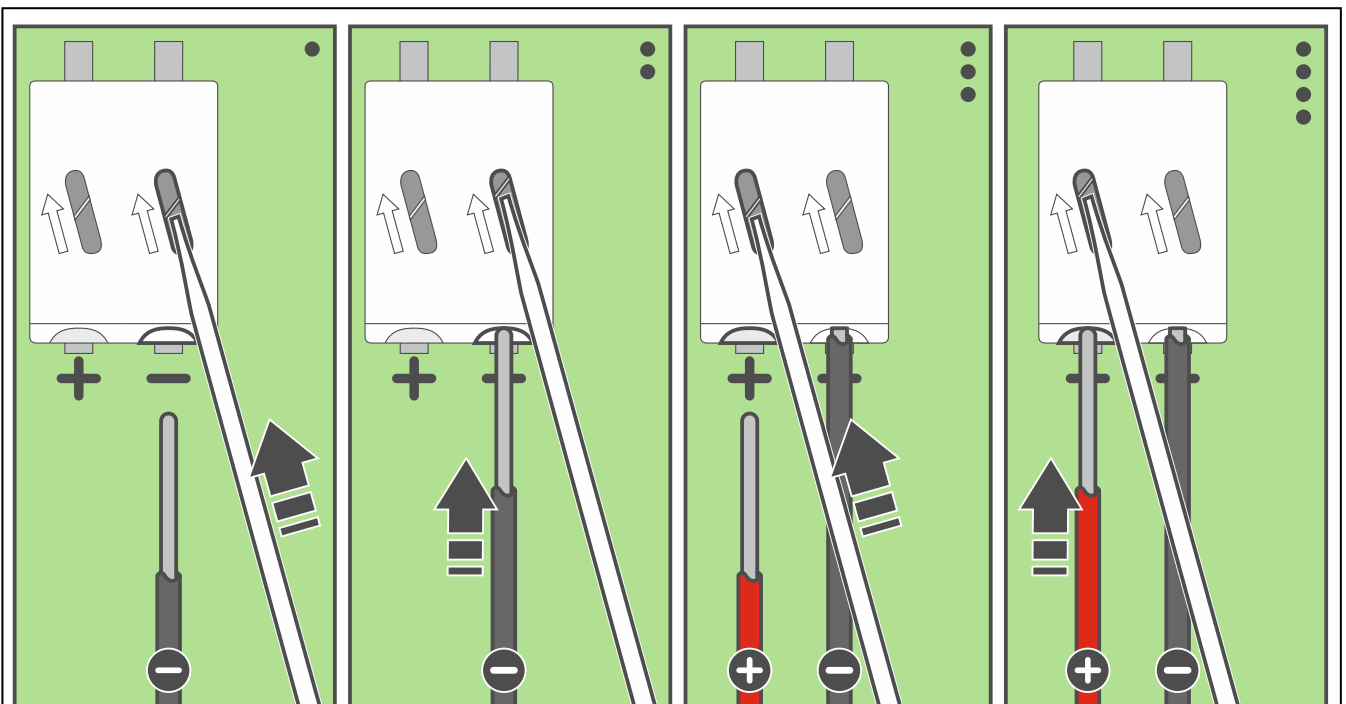

Abb. 3. Anschluss der Stromversorgungsleitungen.
11. Wenn das Netzteil APS-055 verwendet wird, schließen Sie die Stromversorgungsleitungen an die Klemmen „+“ und „-“ an (Abb. 3). Verwenden Sie einen Flachschaubenzieher 1,8 mm.